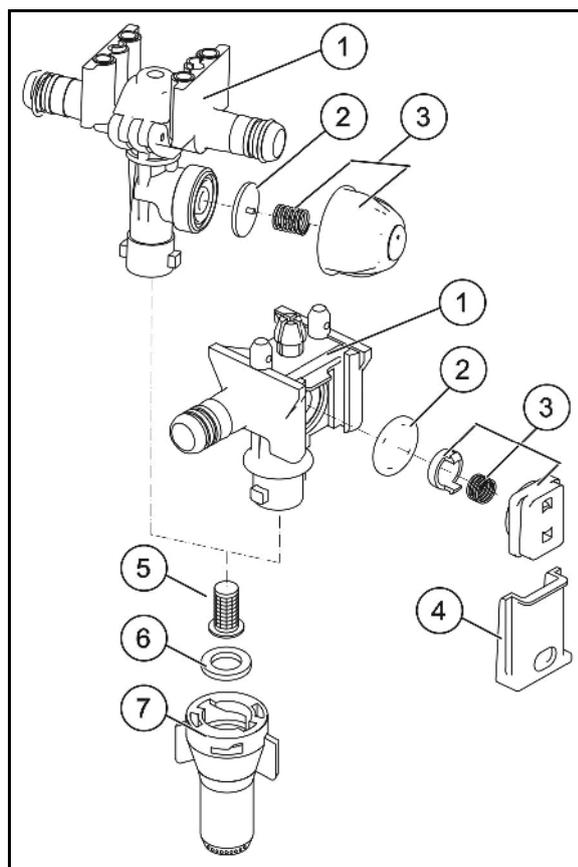

Fig. 201
1. Desmonte la válvula (Fig. 201/1) y el disco (Fig. 201/2).
2. Introduzca la herramienta auxiliar en las ranuras de la tapa y suelte los tornillos de la tapa (Fig. 201/3).
3. Examine la membrana (Fig. 201/4) y sustitúyala si estuviera dañada.